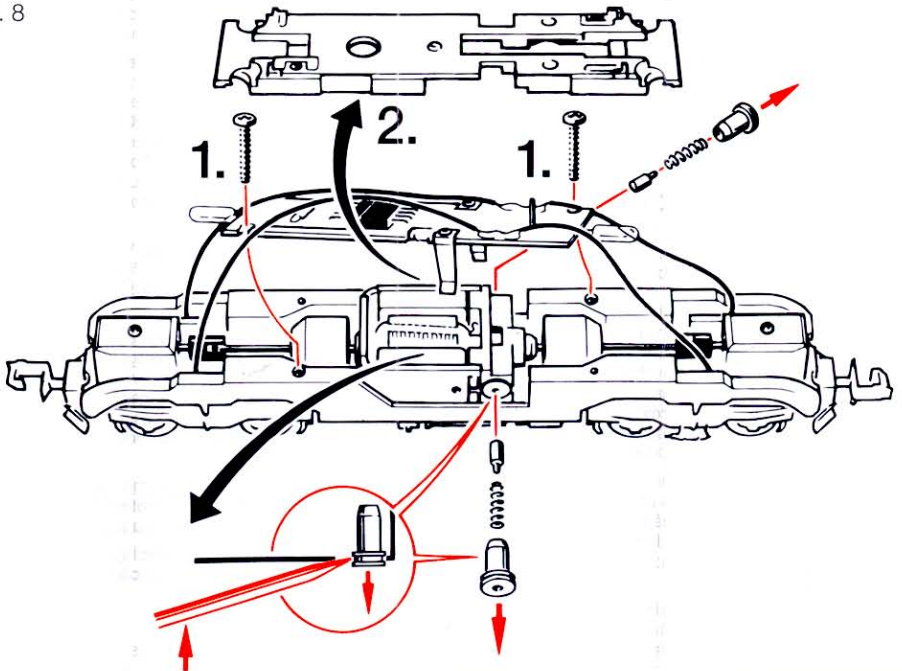

Fig. 9
2. Schmierung: Versehen Sie die im Schmierplan in (Fig. 9) gekennzeichneten Stellen mit nur **kleinen Öltröpfchen**. Dazu zuerst das Lokgehäuse abnehmen (Fig. 2). Wir empfehlen den **ROCO-Öler** Art. Nr. **10906**. Zur Schmierung
2. Lubrication: Apply **tiny oil drops** to spots marked in fig. 9. Prior to lubrication dismantle locomotive (fig. 2). We recommend using item no **10906, Roco oiler**. For lubrication the gear-parts (e.g. cogwheels, worm) we would recommend our Roco **special grease** (item No. **10905**). Attention: Please do not oil these parts when using our grease. ⇨ *Assembly*
2. Graissage: N'appliquez **qu'une toute petite goutte** aux endroits indiqués par le plan de graissage (fig. 9) après avoir démonté la caisse de la locomotive (fig. 2). Nous vous recommandons le **graisseur à huile ROCO réf. 10906**. Pour graisser les engrenages (roues dentées, vis sans fin nous vous conseillons la **graisse spéciale Roco réf. 10905** pour engrenages en matières synthétiques. Lorsque vous utilisez cette graisse il faut éviter d'huiler ces composants.